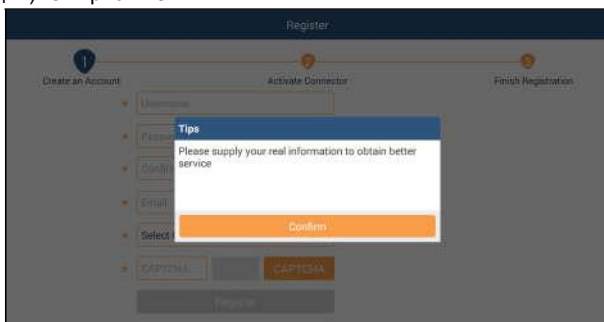

Рис. 4-3
1. Если вы являетесь новым пользователем, нажмите «New Registration» (новая регистрация). См. рис. 4-3.
На рис. 4-3 заполните каждое поле формы (пункты с * должны быть обязательно заполнены). После ввода данных нажмите «Register» (зарегистрировать), отображается следующее окно: